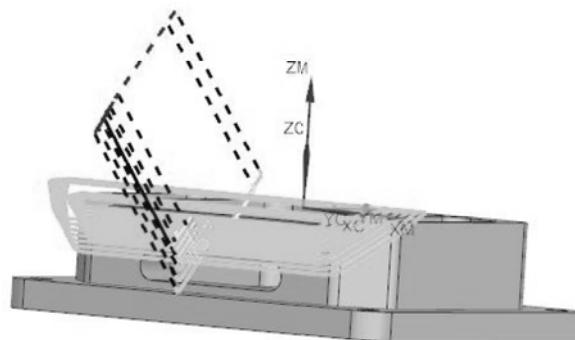

图 3-48 第 2 个定轴加工刀轨
(6) 其他参数不变，完成第 2 个定轴加工的创建，其刀轨如图 3-48 所示。